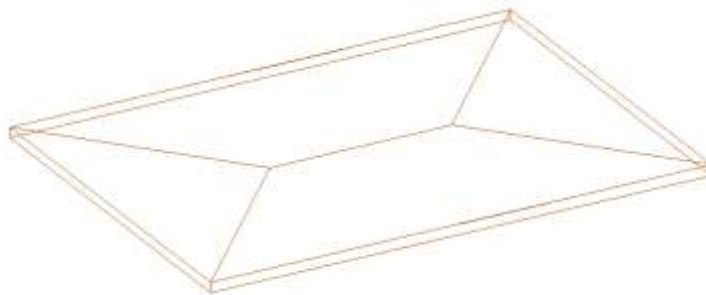

Рис. 25
5. Выполните следующий чертеж крыши (Рис. 25):